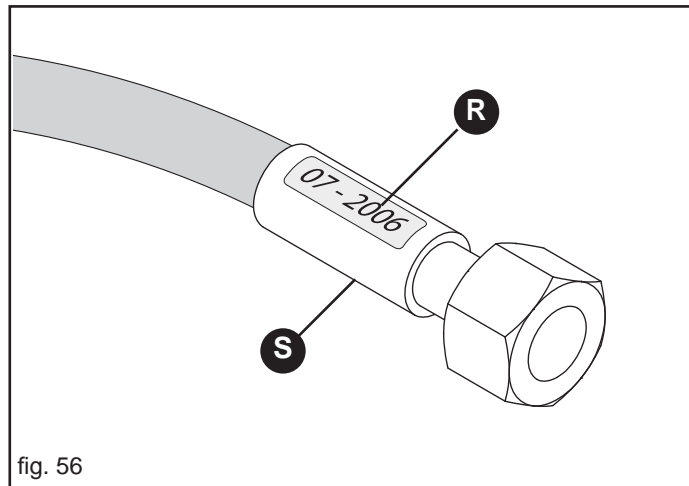

fig. 56
Auf Abbildung 56 (R) ist ein Beispiel zum Produktionsjahr der ölhydraulischen Rohre angegeben.
- Lecks in der Nähe der Einlagen (S, Abb. 56);
- Korrosion der Einlagen (S, Abb. 56);
- mehr als 5 Jahre seit dem Produktionsdatum vergangen sind (R, Abb. 56).